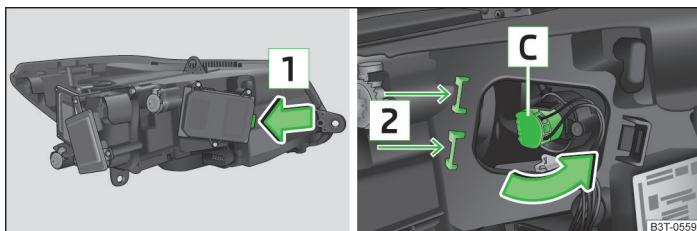

Fig. 207 Faruri cu xenon: Înlocuirea becului luminii de drum
- > Deblocați și scoateți capacul de protecție în sensul săgeții **1** » fig. 207.